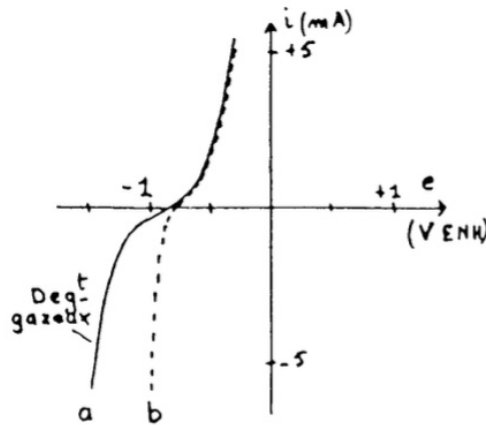

FIGURE 8: Courbes courant - potentiel
5. Analyser les courbes relevées figure 8 pour une électrode de zinc plongeant respectivement dans une solution molaire de sulfate de sodium (courbe (a)), et dans une solution molaire de sulfate de zinc (courbe (b)). Donner un ordre de grandeur de la surtension-seuil de dégagement du dihydrogène sur le zinc.